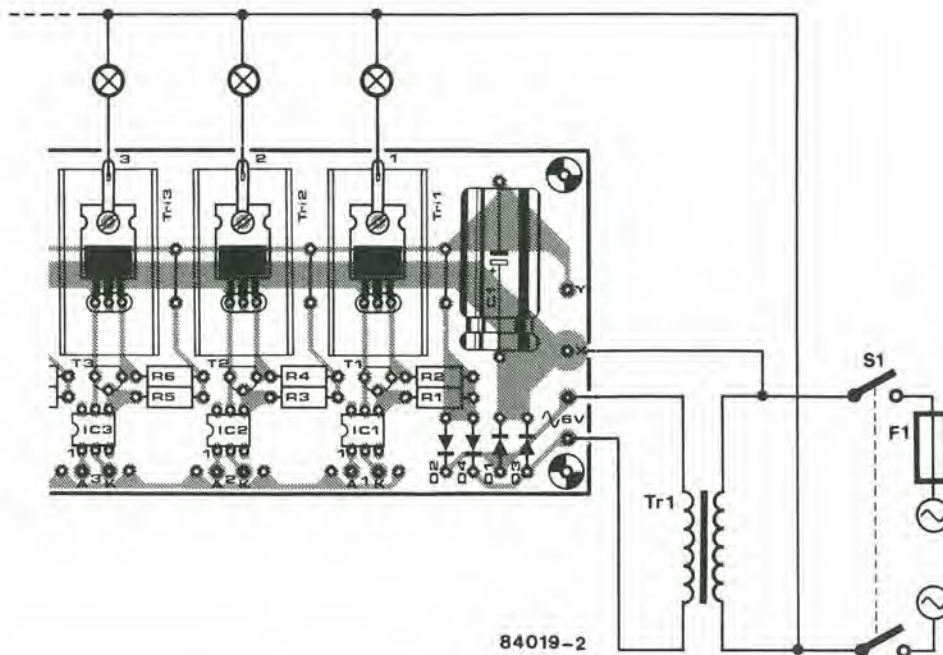

Figura 2. In generale, il cablaggio di rete di una singola scheda di controllo a triac dovrebbe essere analogo a quello qui mostrato.
puntine del ruttore e viene applicato, tramite un modellatore di impulsi, ad un trigger di Schmitt. Questo emetterà un segnale proporzionale alla velocità del motore, in quanto ogni impulso di uscita corrisponde ad un'apertura delle puntine platiniate. Questo segnale è inviato ad un circuito che confronta il tempo che intercorre tra due impulsi con un intervallo di riferimento e, in base a questo confronto, apre o chiude la valvola di esclusione del carburante, tramite lo stadio pilota. Mettendo in relazione quanto detto con lo schema elettrico di Figura 2, possiamo vedere che i terminali A e B sono collegati in parallelo ai contatti delle puntine platiniate. Ogni volta che questi si aprono, l'informazione relativa viene trasmessa a T1, tramite i circuiti di filtro: perciò questo transistor conduce per un breve periodo di tempo. In questo modo viene prodotto un segnale che è applicato ad uno degli ingressi del trigger di Schmitt N1. L'uscita di N1 genera un impulso ad ogni apertura dei contatti delle puntine e questo segnale di uscita viene applicato agli ingressi di trigger di MMV1 (TR) ed MMV2 (TR). Ciò che succederà in seguito dipenderà dal tempo "t" che intercorre tra due aperture successive dei contatti. Se la velocità del motore è elevata, il tempo tra due impulsi (t) sarà minore del tempo di riferimento (T) predisposto mediante C5 e P1. Ciò è mostrato nel diagramma di temporizzazione della Figura 3a. Il fronte discendente del primo impulso fa partire MMV1 e perciò la sua uscita Q1 andrà a livello "alto". Questo a sua volta porta a livello alto l'ingresso di reset (R2) di MMV2 per un tempo uguale a T. Questo ingresso sarà di conseguenza ancora alto quando il fronte di commutazione positivo del successivo impulso farà partire MMV2. Il livello "basso" di Q2 chiuderà poi la valvola, tramite lo stadio pilota basato su T2 e T3. Simultaneamente, l'uscita Q2 di MMV2
Figura 2. Il circuito qui mostrato impiega componenti comuni. Esso preleva l'alimentazione da una linea a 12 V dell'impianto elettrico dell'auto provvista di fusibili e rileva la velocità del motore a partire dalla frequenza delle puntine platiniate.
La scheda di controllo a triac può essere usata per molte applicazioni ed, in generale, il cablaggio dovrebbe essere analogo a quello dato in Figura 2. Se la scheda di controllo a triac dovesse essere usata con quella del Generatore programmabile di figure luminose pubblicato su Elektor, il cablaggio dovrà essere quello illustrato in Figura 3 per un'unica scheda di controllo a triac, oppure quello di Figura 4 per due schede. Tre o più schede possono essere collegate in maniera analoga.